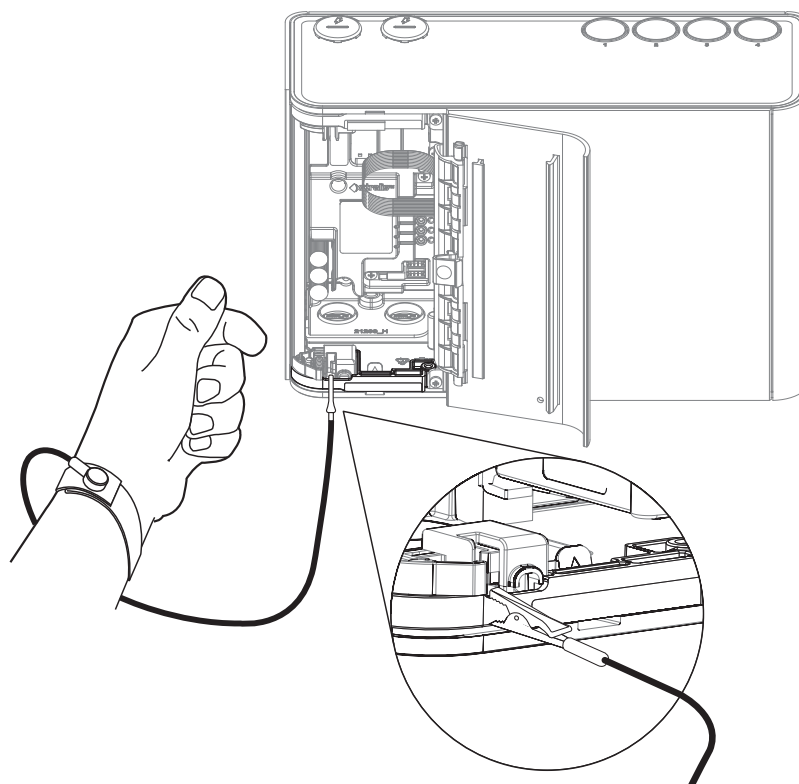

Рис. 7-7: Использование браслета для защиты от электростатического разряда
**Внимание:** Перед снятием передней панели извещателя необходимо принять меры для защиты от электростатического разряда. Браслет следует соединить с корпусом извещателя (Рис. 7-7).